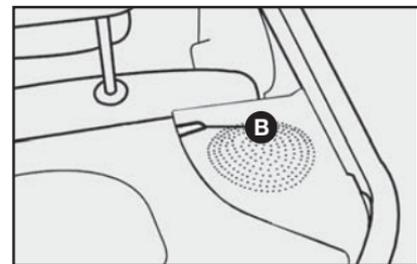

fig. 71
**2**) Tirar os pinos da cobertura do porta-malas das respectivas sedes **B-fig. 71** e removê-lo.